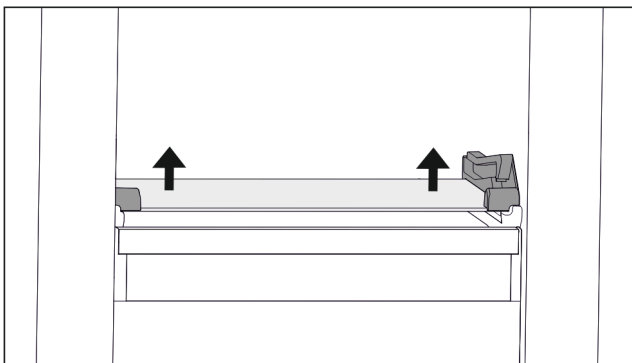

Fig. 70 Стекланная пластина откидного выдвижного ящика
- ▶ Нажмите на стеклнную пластину снизу вверх с обеих сторон. (см. Fig. 70)